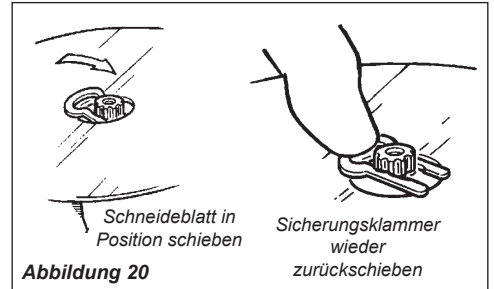

Abbildung 20
3. Schieben Sie das Schneideblatt über die Sicherungsklammer und zentrieren Sie es über dem Flansch von Halter A. Siehe Abbildung 20.